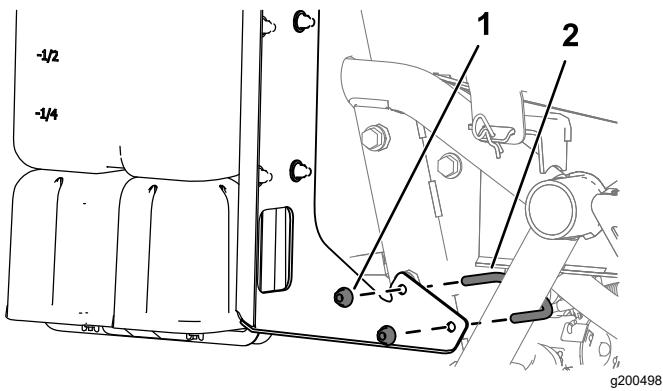

Figura 4
5. Coloque a cavilha em U na máquina como se mostra na Figura 4.